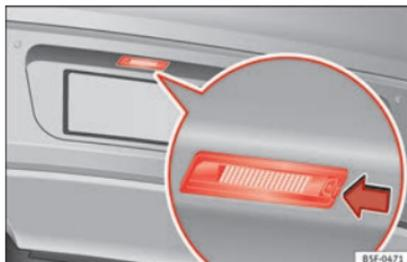

Abb. 223 Im Stoßfänger hinten: Kennzeichenbeleuchtung.
1. Drücken Sie die Nase an der Kennzeichenleuchte in Pfeilrichtung **» Abb. 223**.